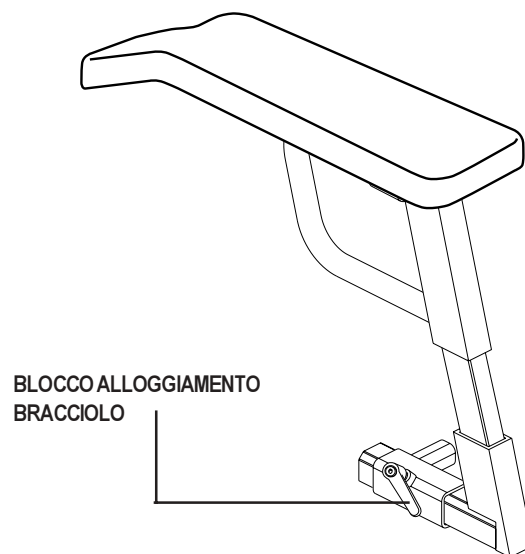

Figura 11. Regolazione della posizione del bracciolo
1. Ruotare il blocco del bracciolo in senso antiorario per allentare. Vedere figura 11.